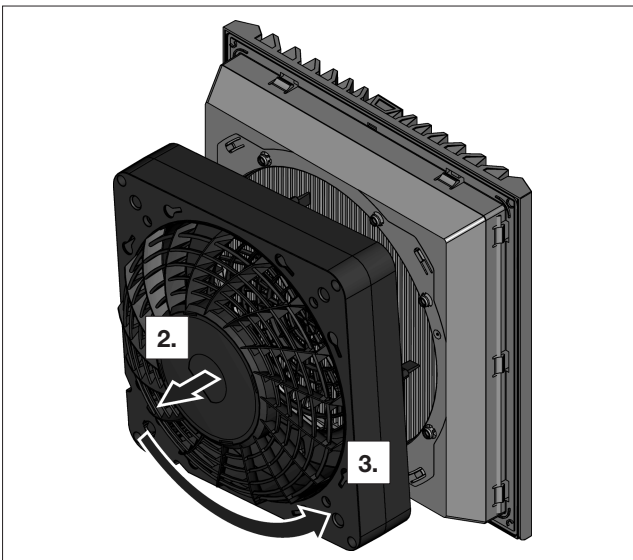

Abb. 8: Drehen Lüftergehäuse
- Drehen Sie das Lüftergehäuse dann um 90°, 180° oder 270°, so dass der Elektroanschluss in der gewünschten Position liegt (siehe Abb. 8).